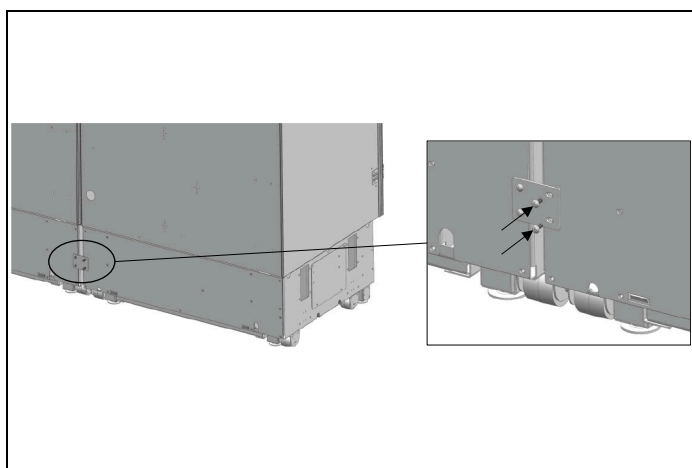
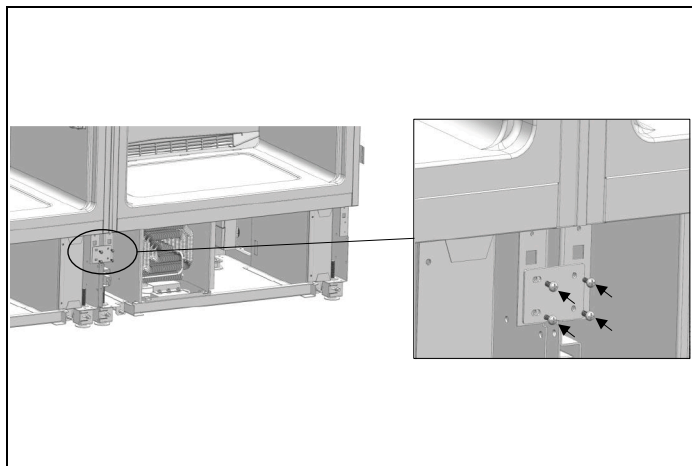

Fig. 111
Fig. 112
- Une fois les réfrigérateurs correctement alignés, fixez les supports de raccordement à l'arrière (Fig. 111 ) et à l'avant (Fig. 112 ), joignant les deux réfrigérateurs ensemble.